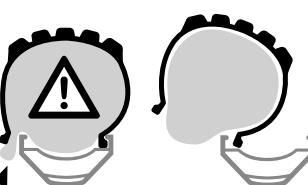

Figure 27. Chambre à air coincée entre le pneu et la jante
- Poussez ensuite le second talon du pneu dans la jante en prenant garde à ne pas pincer la chambre à air entre le pneu et la jante. (Figure 27).